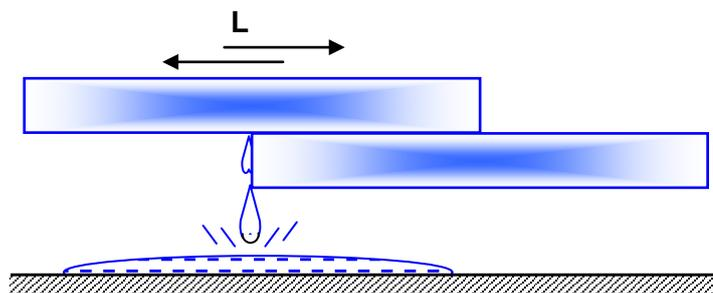

Рис. 4.3. К задаче 4.9
4.9. Два куска льда массой по 1 кг каждый имеют температуру 0°C и давление 1 бар. Происходит механическое взаимодействие этих кусков друг с другом в виде трения, они взаимодействуют гладкими поверхностями без разрушения (рис. 4.3). На перемещение кусков затрачивается работа в количестве 100 кДж. Определить количество расплавленного льда в результате такого взаимодействия и увеличение энтропии системы, если считать, что теплообмен с окружающей средой отсутствует. Изобразить этот процесс в T,S- диаграмме.